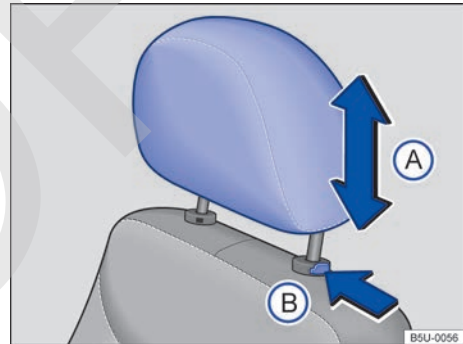

Fig. 72 Ajustar el apoyacabezas delantero.
- Empuje el apoyacabezas hacia arriba o hacia abajo en el sentido de la flecha → **fig. 72 (A)** → **▲** en *Introducción al tema* de la pág. 84.